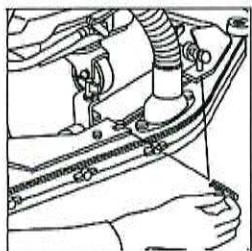

Рис.4
1. Вставьте два штыря водосборной насадки в отверстия на держателе и зафиксируйте с помощью шплинтов (рис.4).